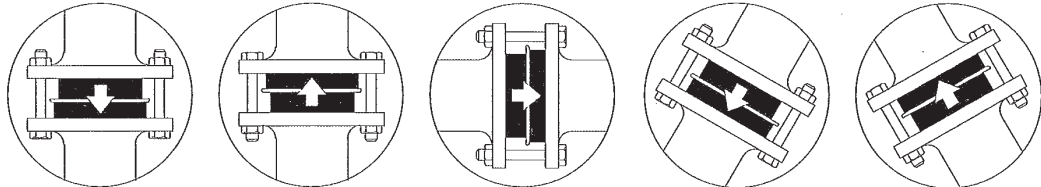

図 4 配管取付姿勢
- 3.3 図 4 に示すように配管取付姿勢は任意です。ただし、弁体ばねを外した場合は、垂直配管で流体の流れ方向が上向きに対してのみ使用できます。